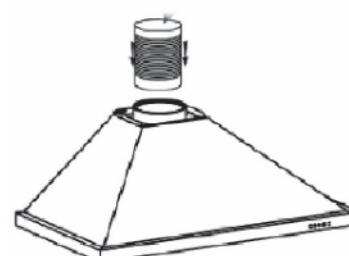

Abb. 3
- Schrauben Sie die dehbare Hülle (nicht inbegriffen) für die Abluft auf den Ausgang des Motors ohne dabei die Bewegungen des Rückschlagventils zu beeinträchtigen. (Abb. 3).